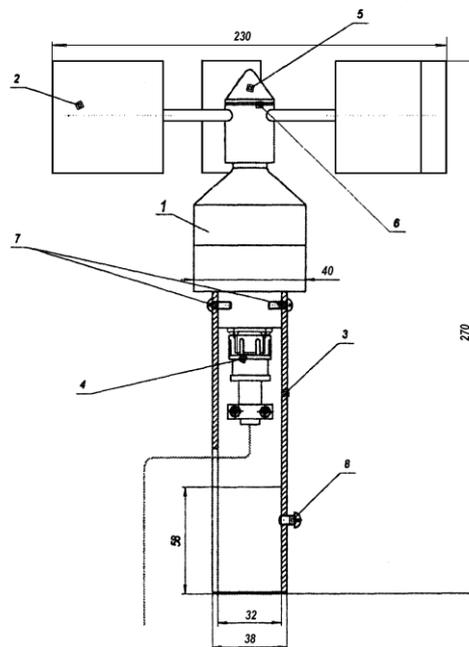
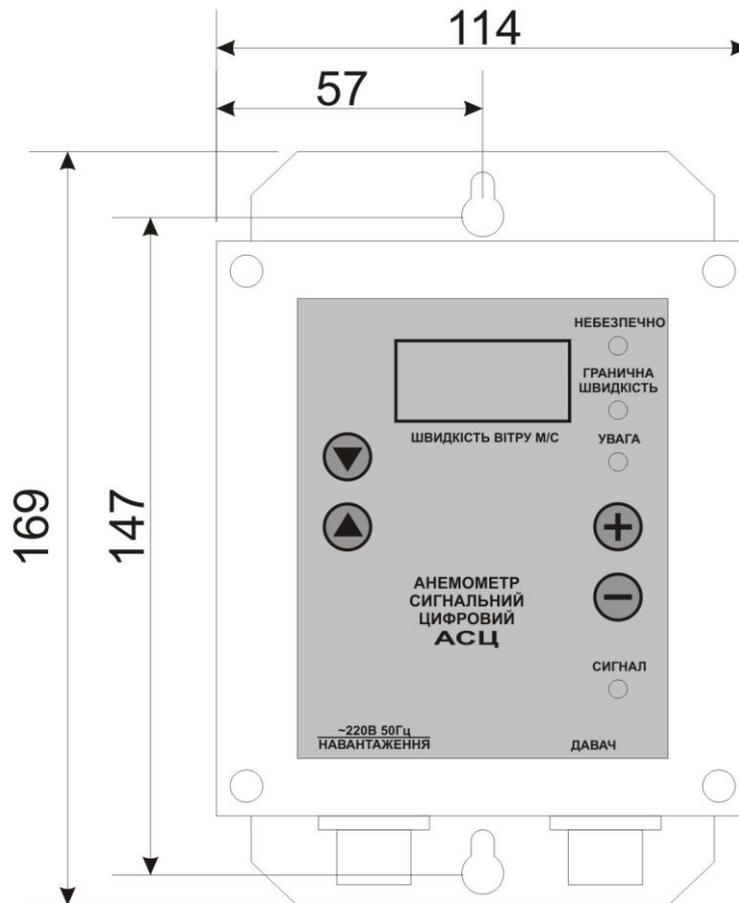

рис. 1
рис. 2
Установочні і приєднувальні розміри вказані на рис. 1 і рис. 2.
5.1 Анемометр (див. рис. 1,2) складається з давача швидкості вітру і блоку контролю.
5.2 Давач швидкості вітру (рис. 1) складається з перетворювача 1, в нижній частині якого знаходиться роз’єм 4 для під’єднання з’єднувального кабелю. На вісь перетворювача встановлюється крильчатка 2 і фіксується гайкою 5 через ущільнюючу шайбу 6. Зібрані таким чином деталі давача розміщуються в спеціальну трубу 3 і затягуються гвинтом 7. Для кріплення давача на об’єкті використовується стопорний гвинт 8.
7.1.2 Провести складання давача швидкості вітру, для чого до роз’єму 4 давача (рис. 1) під’єднати з’єднувальний кабель, попередньо пропустивши його через трубу -3 і закріпити корпус перетворювача до труби двома гвинтами -7. Потім встановити на вісь перетворювача -1 крильчатку -2 і закріпити її спеціальною конічною гайкою -5, попередньо встановивши ущільнюючу шайбу -6.
7.1.3 Перевірити справність блоку контролю і роботу разом з давачем, для чого: під’єднати кабель до роз’ємну блоку контролю, вилку кабелю живлення під’єднати в мережу 220 В. Перевірити значення уставки по граничній швидкості вітру і функціонування сигналізації. Для цього натиснути кнопку „” (рис.2). На табло засвітиться значення уставки і спрацює сигнал „ГРАНИЧНА ШВИДКІСТЬ”.